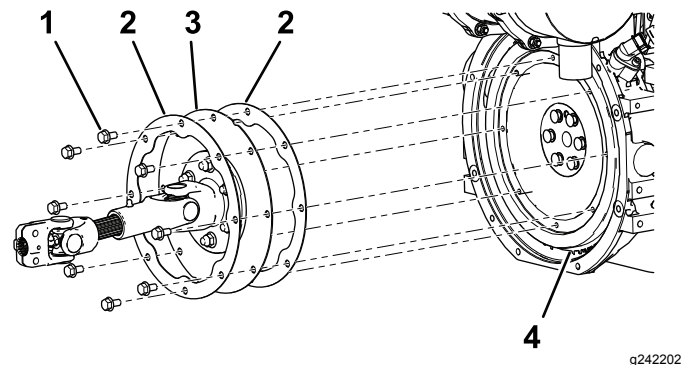

Bild 4
9. Legen Sie einen Stützring auf jede Seite des langen Endes der neuen Antriebswelle (Bild 4).
10. Fluchten Sie die Löcher im langen Ende der neuen Antriebswelle und die Stützringe mit den Löchern im Schwungrad des Motors aus (Bild 4).
11. Tragen Sie etwas Gewindespermmittel mittlerer Festigkeit auf die Gewinde der beiliegenden acht kürzeren Bundkopfschrauben auf (Bild 4).
12. Befestigen Sie die Antriebswelle und die Stützringe mit den beiliegenden acht Bundkopfschrauben am Schwungrad (Bild 4).